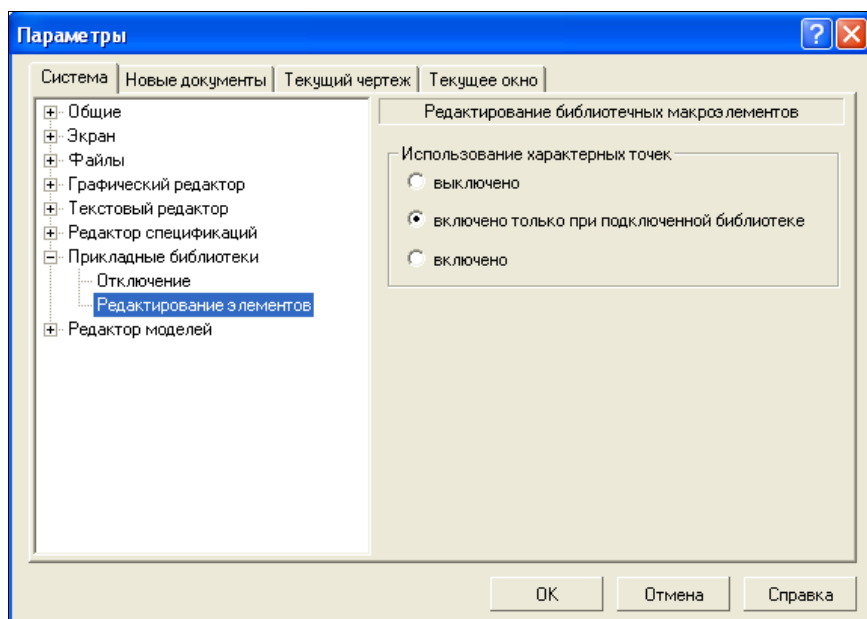

Рис. 26.61. Диалоговое окно **Параметры**, вкладка **Система**
- ◆ щелкните ЛК мыши по пункту **Редактирование элементов**. В правой части окна **Параметры** откроется панель **Редактирование библиотечных макроэлементов** (рис. 26.61). На этой панели в поле **Использование характерных точек** с помощью переключателя укажите вариант редактирования характерных точек;